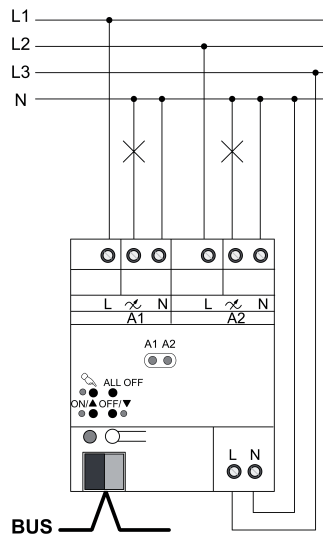

Figura 4: Attuatore regolazione di luminosità - Esempio di collegamento
- Collegare l'apparecchio secondo lo schema esemplificativo (figura 4).